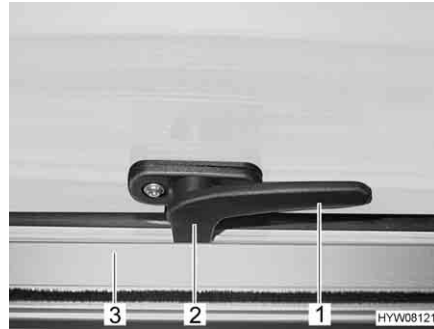

Bild 82 Låsarm i läget "stängd"
- Sväng låsarmen (Bild 82,1) ett kvarts varv mot fönstrets mitt.
- Sväng låsarmen (Bild 82,1) ett kvarts varv mot fönsterkarmen. Låsspaken (Bild 82,2) är placerad på insidan av fönsterlåset (Bild 82,3).